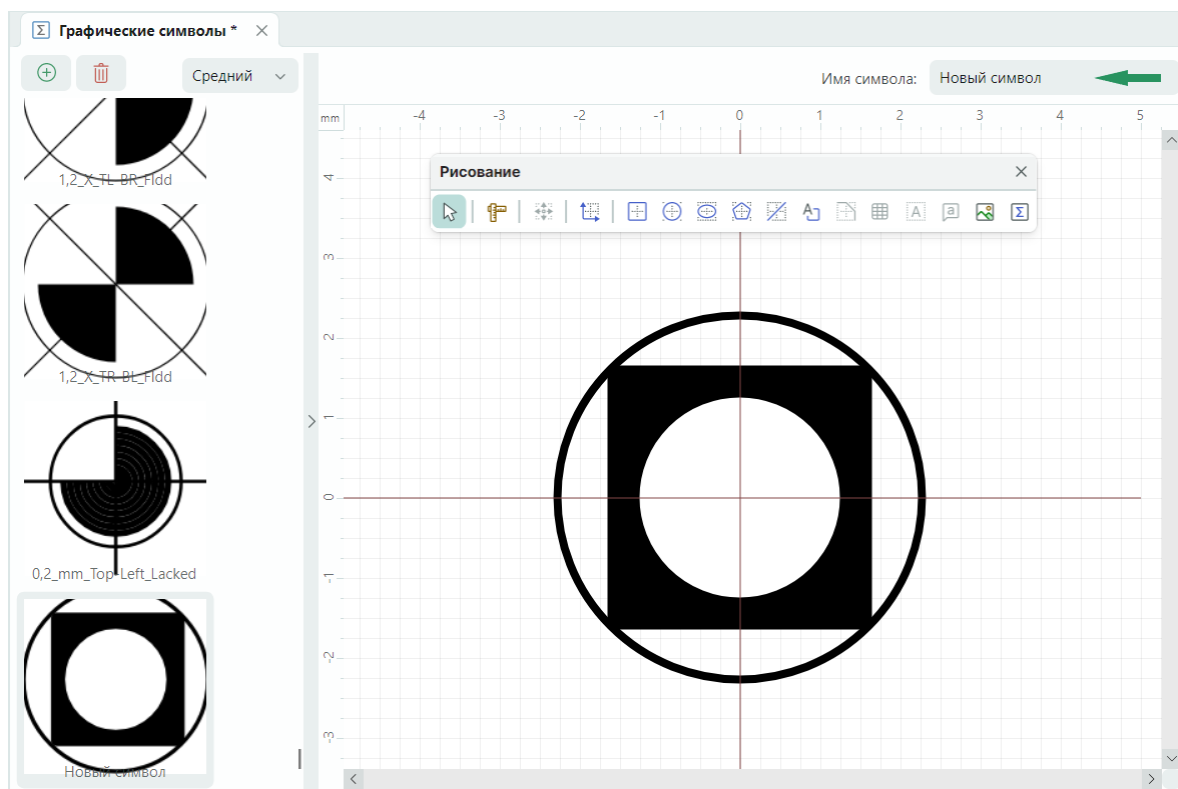

Рис. 141 Ввод наименования символа
4. Введите имя созданного символа в поле «Имя символа», расположенное в верхней части окна редактора, см. Рис. 141.